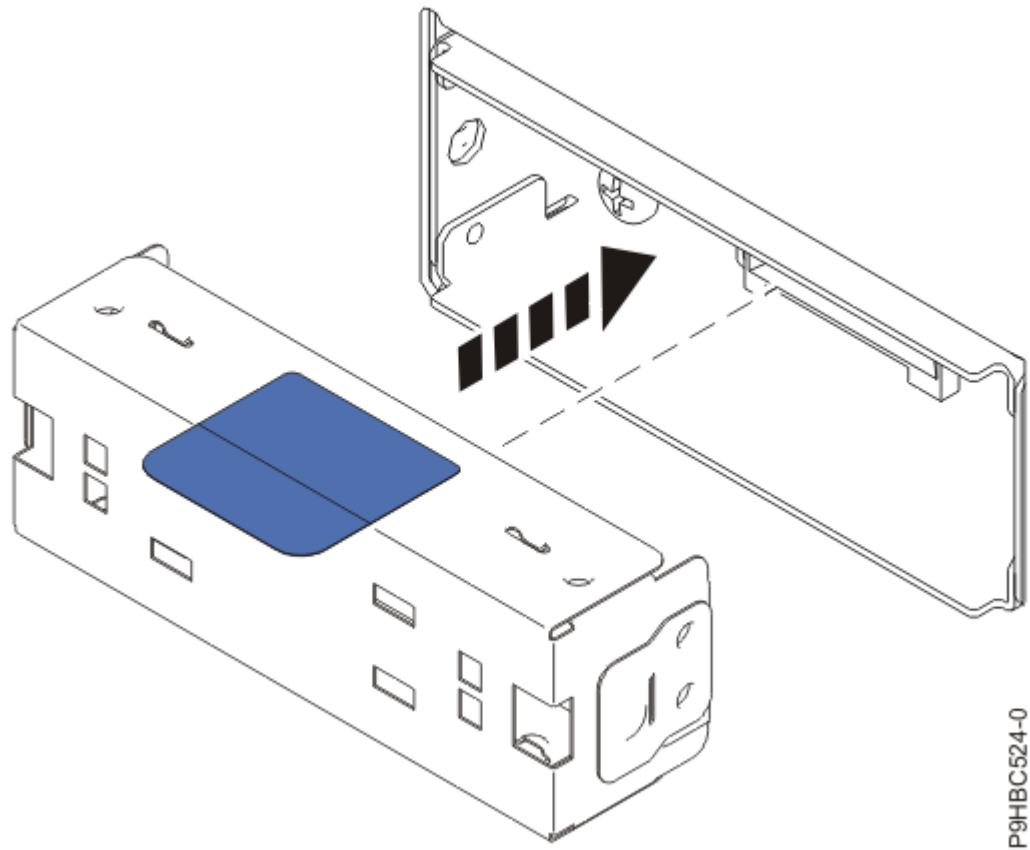

図 21. ディスプレイ・フィラーの挿入
3. コントロール・パネル・ディスプレイを別のシステムに移動する場合は、ディスプレイをフィラーに置き換えます (23 ページの図 21 を参照)。